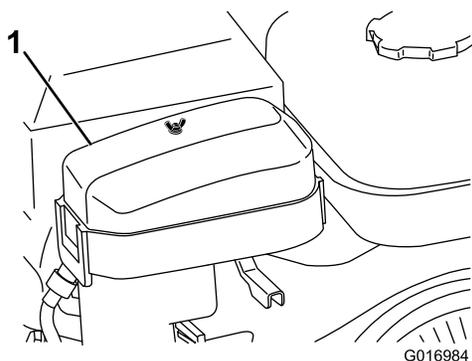

Рисунок 24
2. Снимите барашковую гайку, которая крепит крышку воздухоочистителя, и снимите крышку (Рисунок 24).